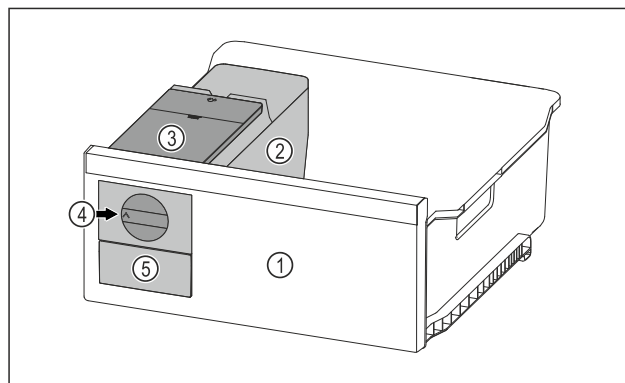

Fig. 71 Príklad zobrazenia
- ▶ Otočný gombík Fig. 71 (4) otočte v smere hodinových ručičiek až na doraz.
- ▷ Kocky ľadu vypadávajú z misky na kocky ľadu do zásuvky na kocky ľadu Fig. 71 (5).